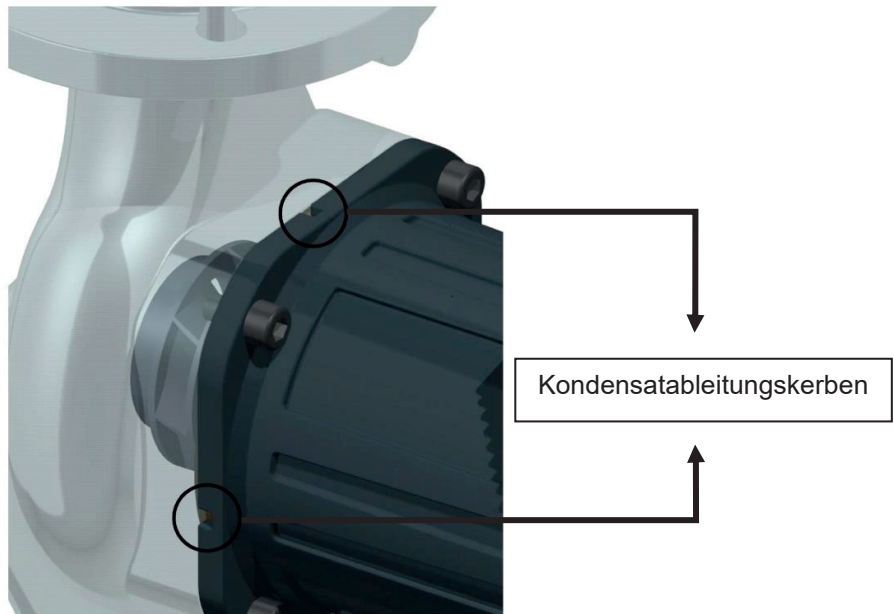

Abbildung 6.5: Kondensatableitungskerben
9. Prüfen, ob die vier Kondensatableitungskerben rund um die Pumpe frei sind. Siehe Figure 6.5.